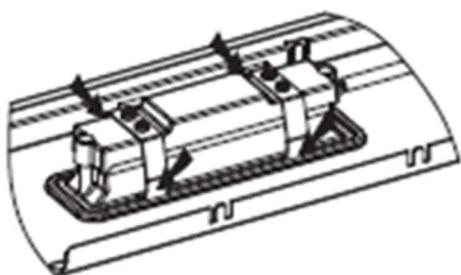
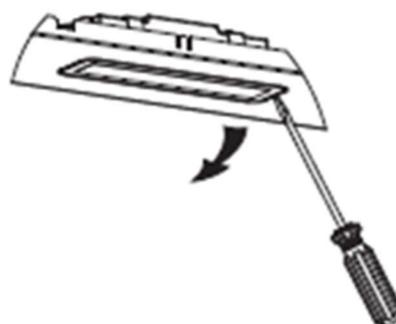

Рис.3
Рис.4
4. В зависимости от вашей модели вытяжки, нажмите на пружину (рис.3) или подденьте плоской отвёрткой (рис.4) блок лампы и извлеките его из корпуса (рис.5). Отсоедините провода, питающие лампу.